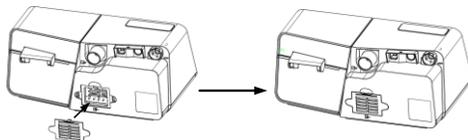

Fig. 18-5
(2) Installez le bouchon du filtre qui contient le filtre à air à l'appareil principal, comme indiqué à la Fig. 18-5.